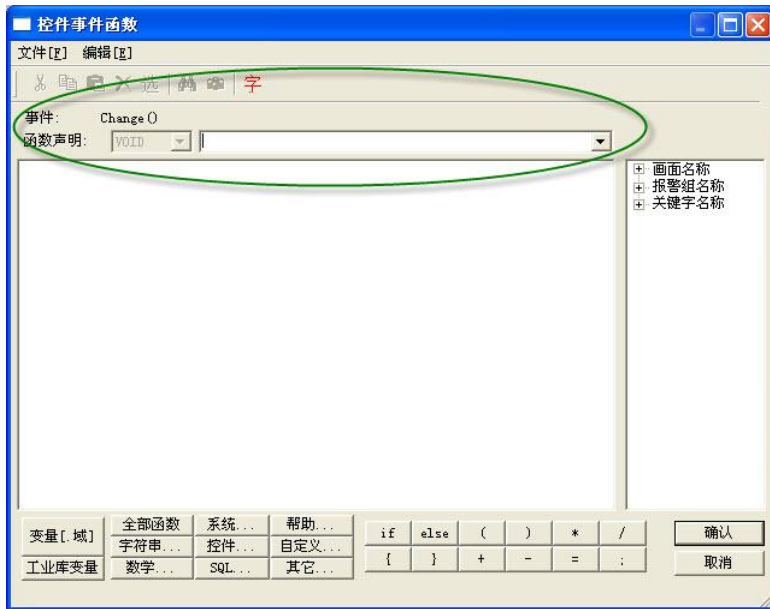

图14.54 控件事件函数编辑器
- ◇ **添加**：对控件事件添加一个函数。选择“添加”命令后，弹出“控件事件函数”命令语言编辑器，如图14.54所示。控件事件函数命令语言编辑器与通用的命令语言编辑器的使用方法相同，唯一特殊的是图中划圈的地方：